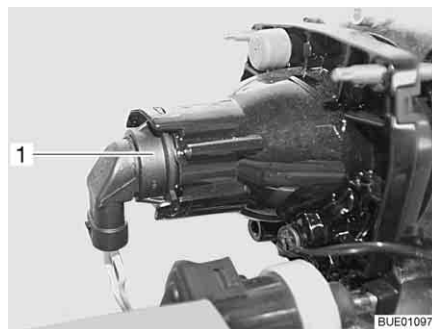

Bild 256 Halvljus/helljus/parkeringsljus
- Greppa tag bakom lampfästet (Bild 256,1).